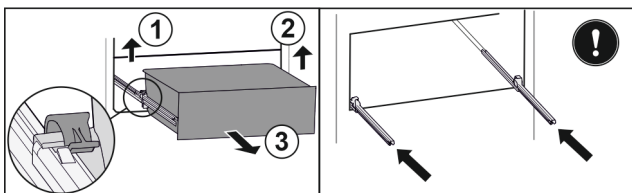

Fig. 102
- Løft venstre klemme og trekk samtidig skuffen fremover til venstre. Fig. 102 (1)
- Løft høyre klemme og trekk samtidig skuffen fremover til høyre. Fig. 102 (2)
- Ta ut skuffen fremover. Fig. 102 (3)